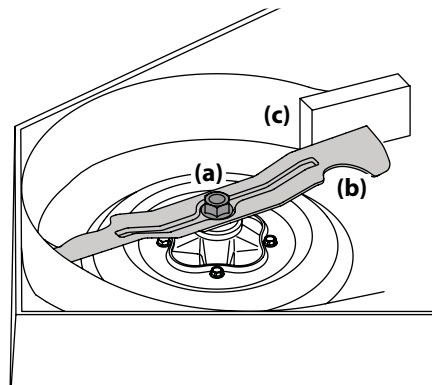

Figura 4-18
- Use una llave de $\frac{1}{2}$ " para sostener la tuerca hexagonal en la parte superior del conjunto del husillo cuando afloje la tuerca hexagonal (a) que fija la cuchilla (b). Se puede colocar un bloque de madera (c) entre el alojamiento de la plataforma y el borde de corte de la cuchilla (b) para ayudar a aflojar la tuerca hexagonal (a) que fija la cuchilla. Vea la Figura 4-18.